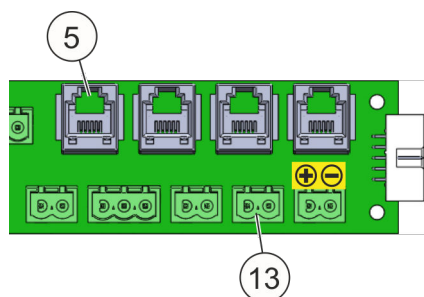
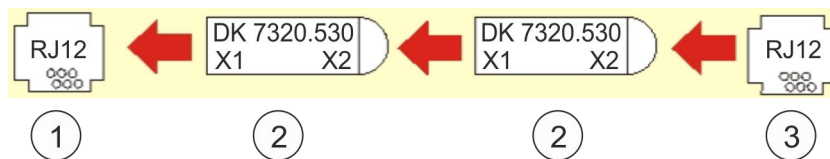

Fig. 47: Conexiones del interruptor de contacto de puerta
Fig. 48: Esquema de instalación para el interruptor de contacto “conector RJ12” (sensor de acceso)
La entrada para contacto de puerta “5” (Fig. 47/5) está diseñada para el tipo de conmutador Rittal 7320.530 (Fig. 49/2 o 3). Conectar el interruptor de contacto de puerta de la opción “conector RJ12” a la entrada para contacto de puerta “5”. Realizar la conexión conforme a Fig. 48 y Fig. 49.
- 1 Entrada para contacto de puerta “5” (Fig. 47/5)
La resistencia terminal premontada (Fig. 47/13) se debe retirar si se utiliza el conmutador “Rittal 7320.530”.